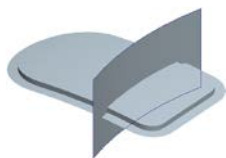
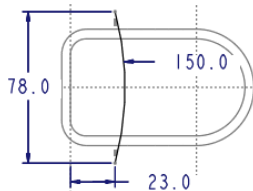

图 6.6.22 拉伸 1
图 6.6.23 截面草图
(3) 创建图 6.6.22 所示的拉伸 1。在操控板中单击“拉伸”按钮，在操控板中按下“曲面”类型按钮；设置草绘平面为 DTM2 基准平面，参考平面为 DTM1 基准平面，方向为 **顶**；特征截面如图 6.6.23 所示；选取深度类型为 **深度**，深度值为 41.0；单击“完成”按钮，完成拉伸 1 的创建。